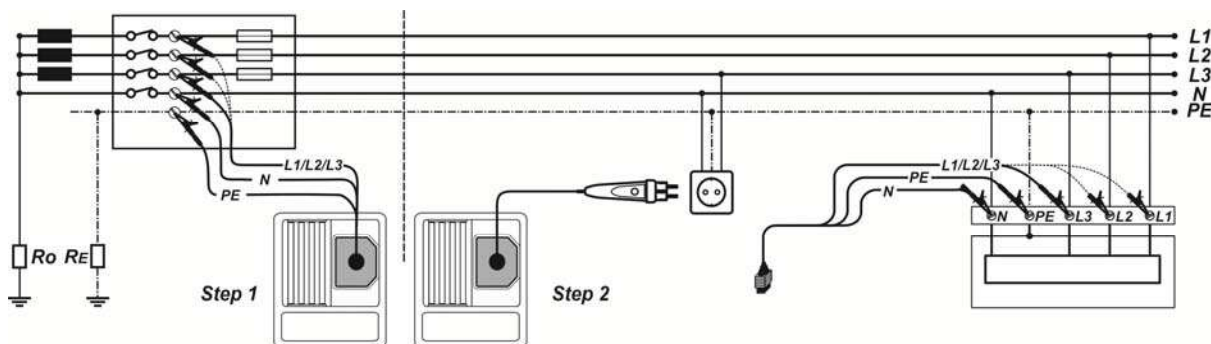

Рисунок 5.23: Измерение падения напряжения линии фаза-нейтраль или фаза-фаза – подключение штепсельного щупа «plug commander» и 3-проводного тестового кабеля
- **Подключите** измерительные выводы (проводку) ко входу электрической установки (см. Рисунок 5.23: Измерение падения напряжения линии фаза-нейтраль или фаза-
- **Подключите** испытательные провода к точкам измерений (см. Рисунок 5.23: Измерение падения напряжения линии фаза-нейтраль или фаза-фаза – подключение штепсельного щупа «plug commander» и 3-проводного тестового кабеля